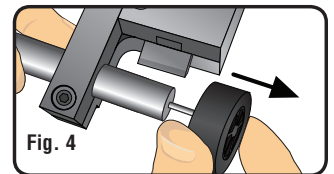

Fig. 4
4. Loosen Hub Tool and slide wheel out from under blade (Fig. 4). Remove wheel 1 and replace with wheel 2. Slide Hub Tool back into place and retighten. Do NOT adjust blade. It is important for the blade to stay in the same position for all wheels. Repeat Step 3 on wheel 2, and then on wheels 3 and 4.
4. Desserrer outil de moyeu et faire glisser la roue vers l'extérieur du dessous de la lame (Fig. 4). Déposer la roue 1 et remplacer avec la roue 2. Faites glisser outil de moyeu arrière en place et le resserrer. **NE PAS** régler la pale. Il est important pour la lame de rester dans la même position pour toutes les roues. Répétez l'étape 3 sur 2 roues, puis sur les roues 3 et 4.